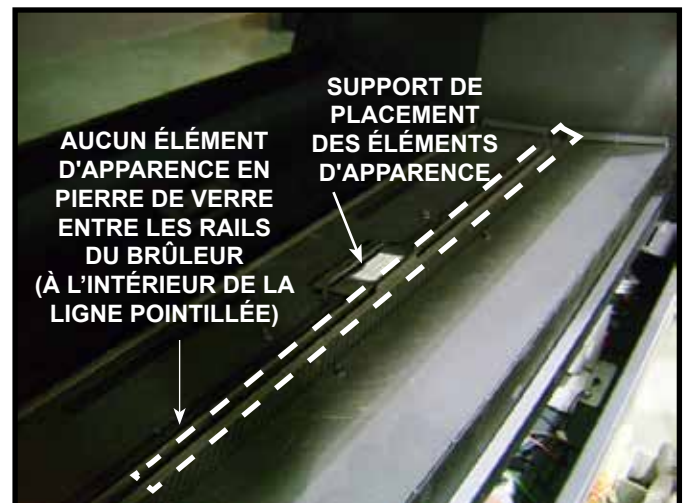

Figure 14.1. Support de placement des éléments d'apparence
2. La figure 14.1 présente le contour du plateau des éléments d'apparence et des orifices transitoires de la veilleuse. NE PAS installer d'élément d'apparence en pierre de verre dans cette zone délimitée. Ceci pourrait causer un retardement de l'allumage, l'allumage indésirable du brûleur, ou des problèmes d'allumage.